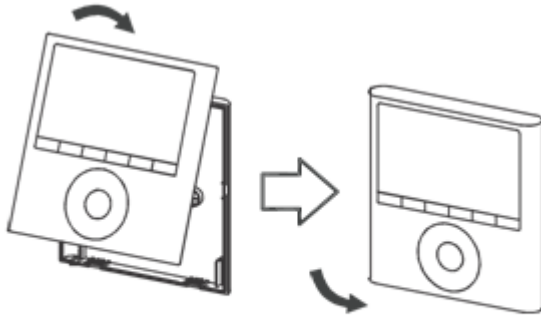

Fig 3-6
- Después de ajustar la situación correctamente de la cubierta trasera, presione para cerrar las presillas del mando; evite pellizcar el cable durante el montaje. (Fig. 3-6)